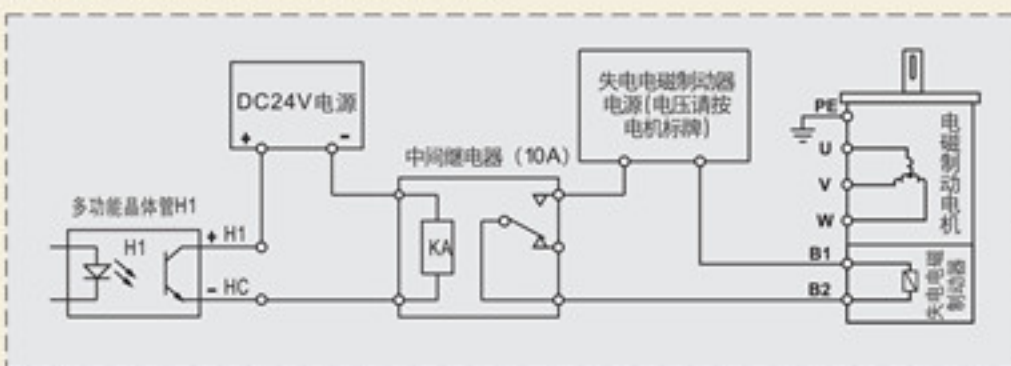

图 7
4. 电磁制动频率到达	连锁控制电磁制动电机的制动器, 保证同步运行, 详见 P-9 接线图图7。